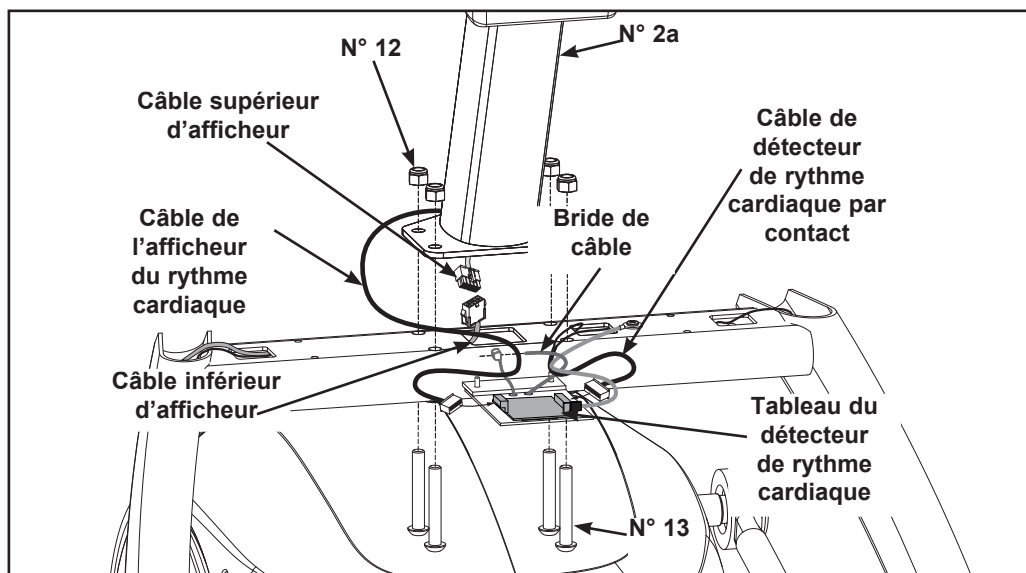

Figure 7 (750AT)
- B. Repérez le câble supérieur de l'afficheur et raccordez-le au câble inférieur de l'afficheur. Reportez-vous à la figure 7.
- C. Repérez le câble de l'afficheur du rythme cardiaque et branchez-le dans le tableau du détecteur de rythme cardiaque. Reportez-vous à la figure 7.
- E. Insérez (de par en-dessous) les quatre vis de blocage à tête ronde 0,375-16 x 2,25 (n° 13). Enfilez à la main les quatre contre-écrous en nylon 0,375-16 (n° 12) dans leur emplacement. Reportez-vous à la figure 7.
pendant que vous fixez la console à l'aide de la clé à fourche. Reportez-vous à la figure 7.